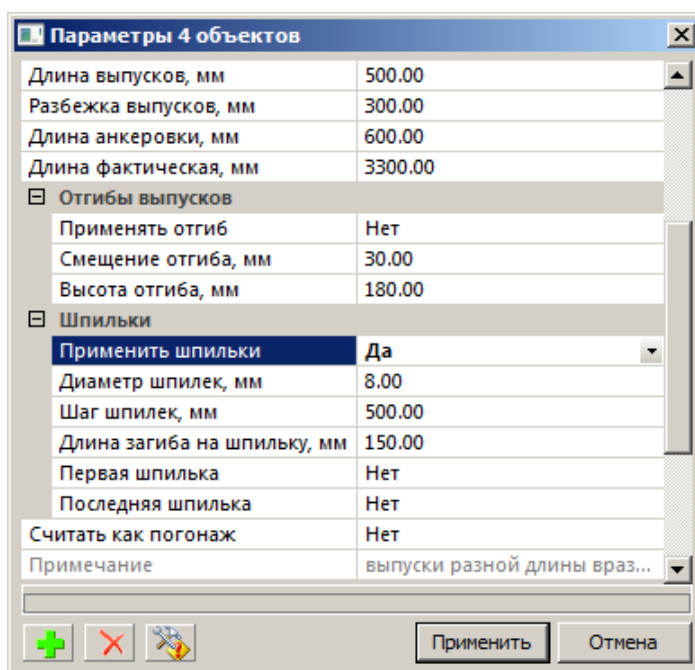

Рис.8.32. Диалоговое окно **Параметры 4 объектов**
- В открывшемся диалоговом окне **Параметры 4 объектов** (рис.8.32) установите значение **Да** для параметра **Применять шпильки**.
- На панели свойств инструмента  - **Детали** задайте необходимые параметры (рис.8.32):